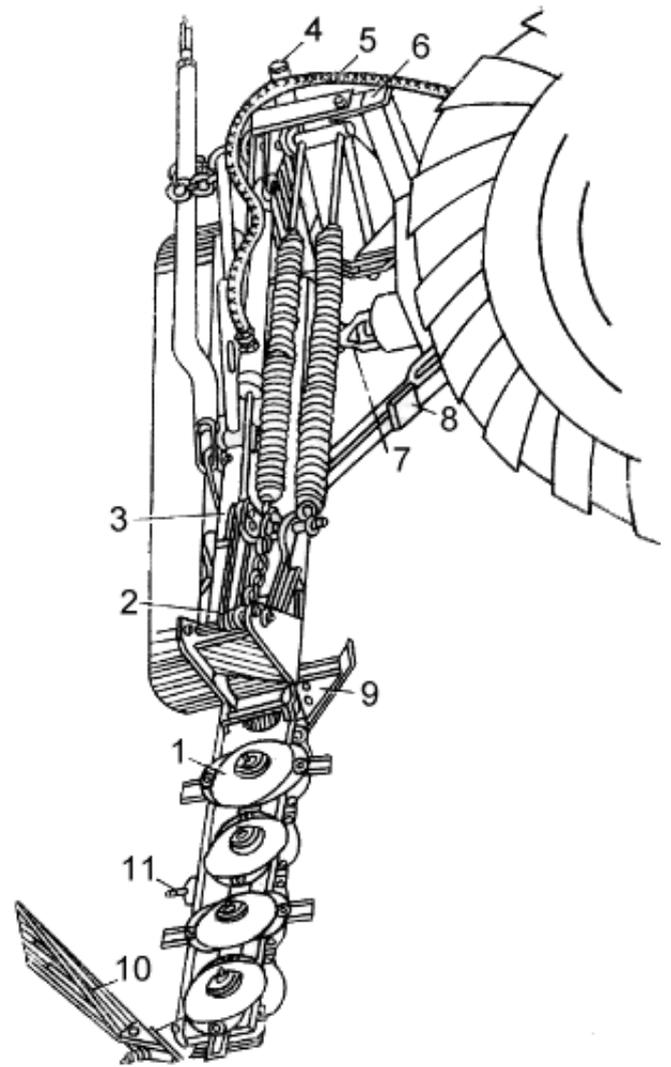

Рис.1. Общий вид косилки
1. Косилка ротационная (рис. 1 и 2) состоит из:
Для удерживания механизма в транспортном положении и предотвращения опускания режущего аппарата при отказе гидросистемы служит транспортная тяга 24, накидываемая на штырь кронштейна 11 (см. рис.1), а также телескопическое стопорное устройство 23, устанавливаемое в положение транспорта.
При переводе косилки в транспортное положение для дальних переездов, как при переводе в ближний транспорт, включается цилиндр навесной системы трактора, и косилка вместе с навеской поднимается на необходимую высоту. Затем включается гидроцилиндр косилки 5, его шток вытягивается и через рычаг 16 и тягу 13 поворачивает режущий аппарат до вертикального положения. Далее навесная система трактора возвращается в прежнее положение. Для фиксации механизма в поднятом положении на штырь кронштейна 11 (см. рис.1) одевается транспортная тяга 24. Длина тяги регулируется резьбовым наконечником. Она закрепляется штырем 25 и стопорится пружинным кольцом 1. Штырь телескопического устройства устанавливается в отверстие.
5. К планкам кронштейна закрепите носок 9 (см. рис.1) четырьмя болтами с гайками и пружинными шайбами.